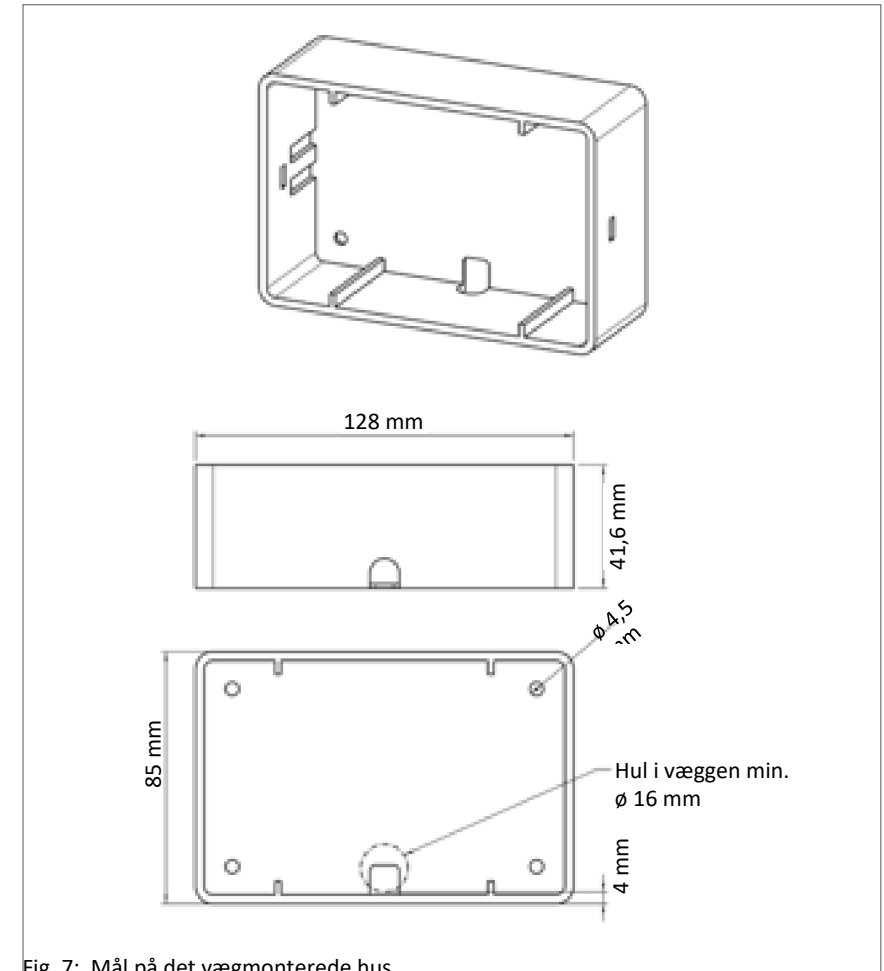

Fig. 7: Mål på det vægmonterede hus
- Lav vægåbningen i henhold til målene i fig. 7.